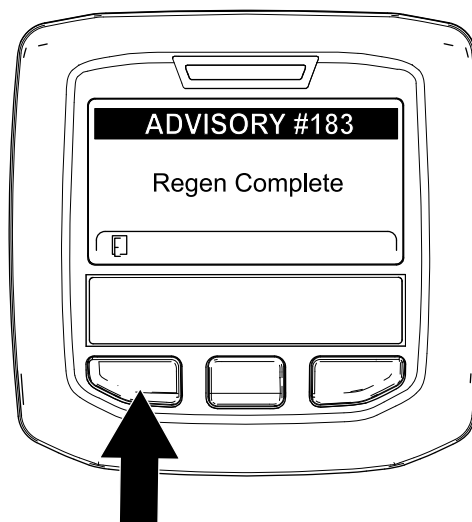

Bild 66
9. Wenn der Motorcomputer eine geparkte Regenerierung oder eine Wiederherstellung-Regenerierung abschließt, wird im InfoCenter ADVISORY #183 (Bild 66) angezeigt. Drücken Sie die linke Taste, um den Homebildschirm anzuzeigen.